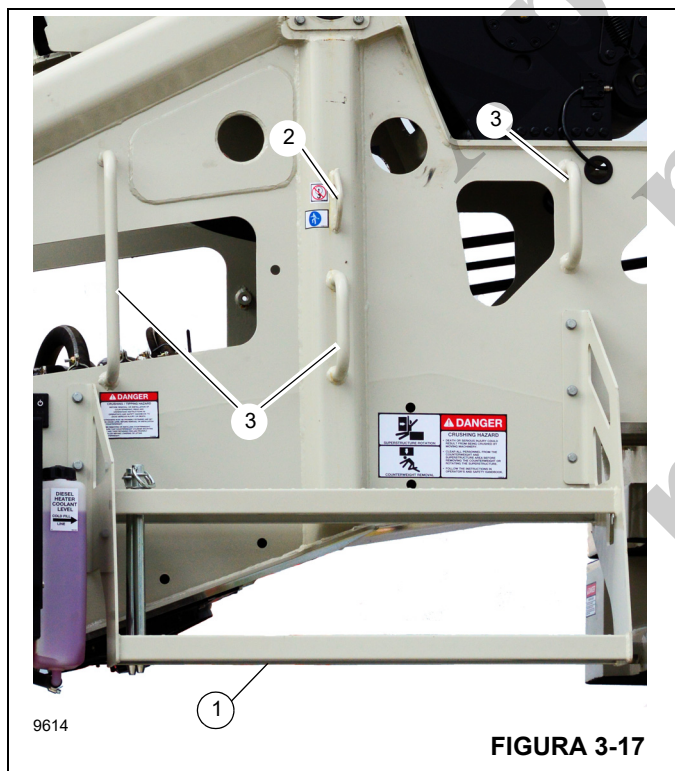

FIGURA 3-17
Utilize os degraus (1, Figura 3-17) para acessar a parte superior da superestrutura, incluindo a lança e os guinchos principal e auxiliar. Os degraus estão localizados no lado esquerdo da superestrutura do guindaste. Conecte o chicote de segurança ao ponto de conexão (2). Utilize as alças (3) quando utilizar os degraus.